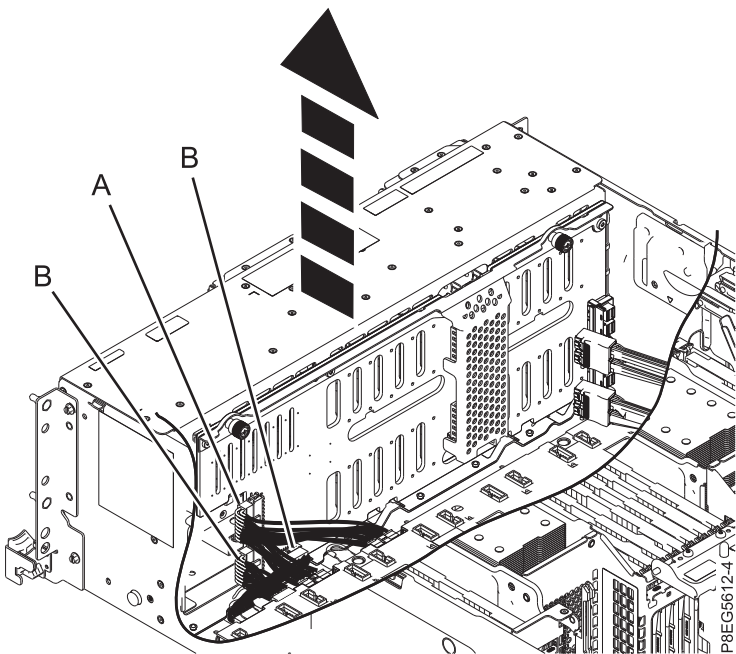

Figura 15. Desconexión de los cables de alimentación, señal y panel de control de la placa posterior de la unidad de disco
- Etiquete y desconecte el cable de alimentación Y, (A), y los cables de señal y panel de control, (B), de la placa posterior de la unidad de disco tal como se muestra en Figura 15.